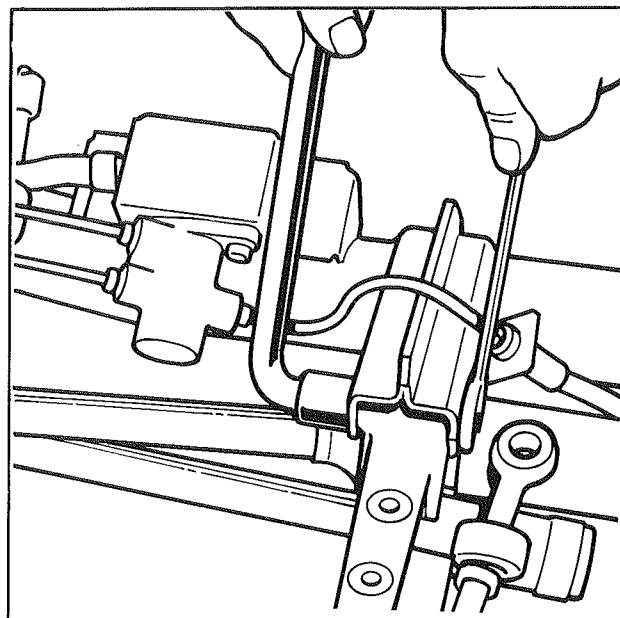

Fig. 5
- Déposer les boulons de fixation des paliers d'articulation sur traverse AR (Fig. 5 et Fig. 6)